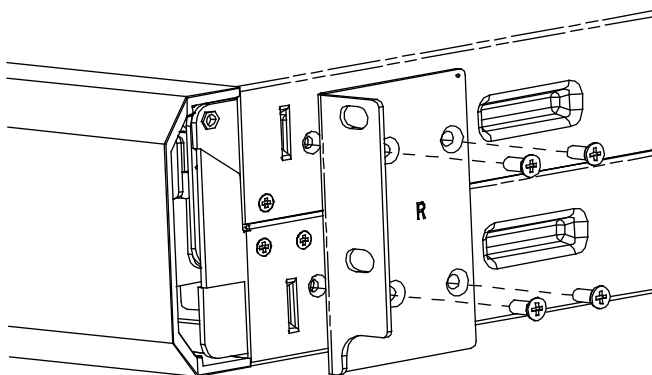

Fig. 4: Raccordement du support de fixation côté droit
6. Assemblez les supports de fixation fournis de chaque côté de l'UPS et des batteries externes, le cas échéant, conformément à la Figure 4. Les supports portant la mention « L » doivent être fixés à gauche et ceux portant la mention « R », à droite.